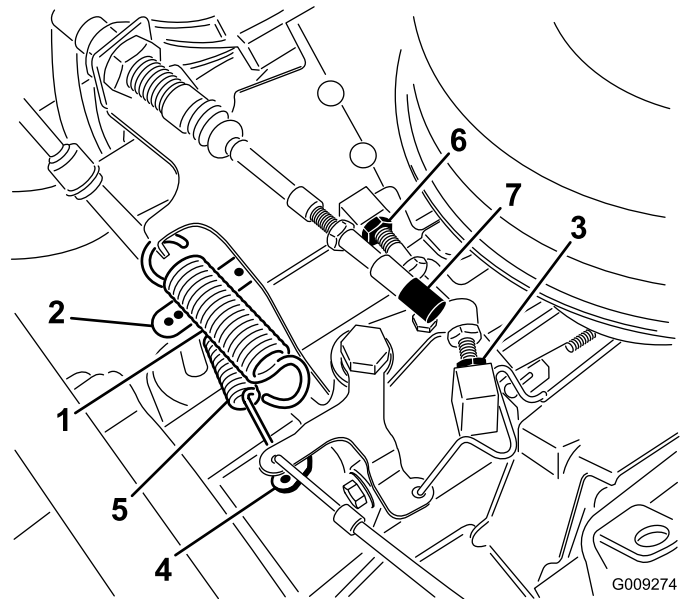

Figura 61
2. Con el muelle de retorno instalado, sujete el brazo del regulador del motor hacia el lado del operador de la máquina y ajuste el tope de ralentí bajo hasta que obtenga una distancia de 0,25–1,25 mm (0,01"–0,05") entre el diámetro exterior del taladro de la palanca del acelerador y el interior del gancho del muelle del regulador (Figura 61).